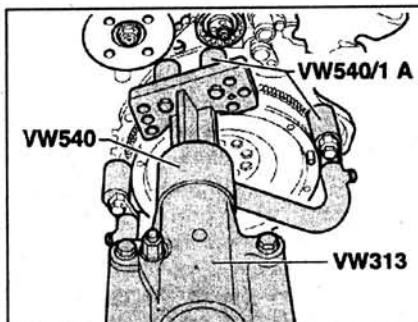

Рис. 2.15. Установка двигателя на разборочный стенд.
32. Для проведения разборочно-сборочных работ двигатель необходимо установить на стенд. Установите двигатель в крепление VW 313 и опору VW 540 с дополнительным блоком VW 540/1 A (рис. 2.15).